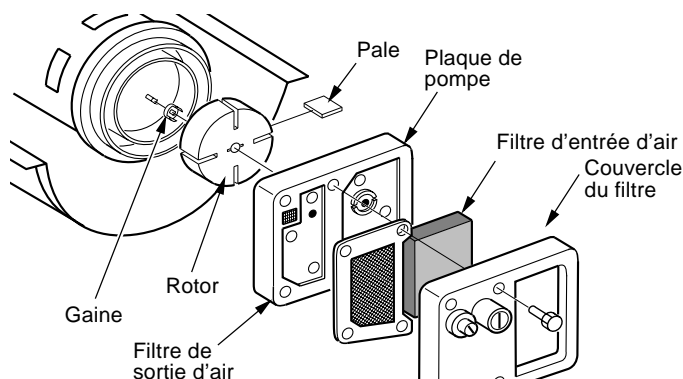

Figure 20 - Emplacement du rotor
- Retirez les vis du couvercle du filtre à l'aide d'une clef à écrou de 5/16" (voir Figure 20).
- Retirez le rotor, la gaine et les pales (voir Figure 20).